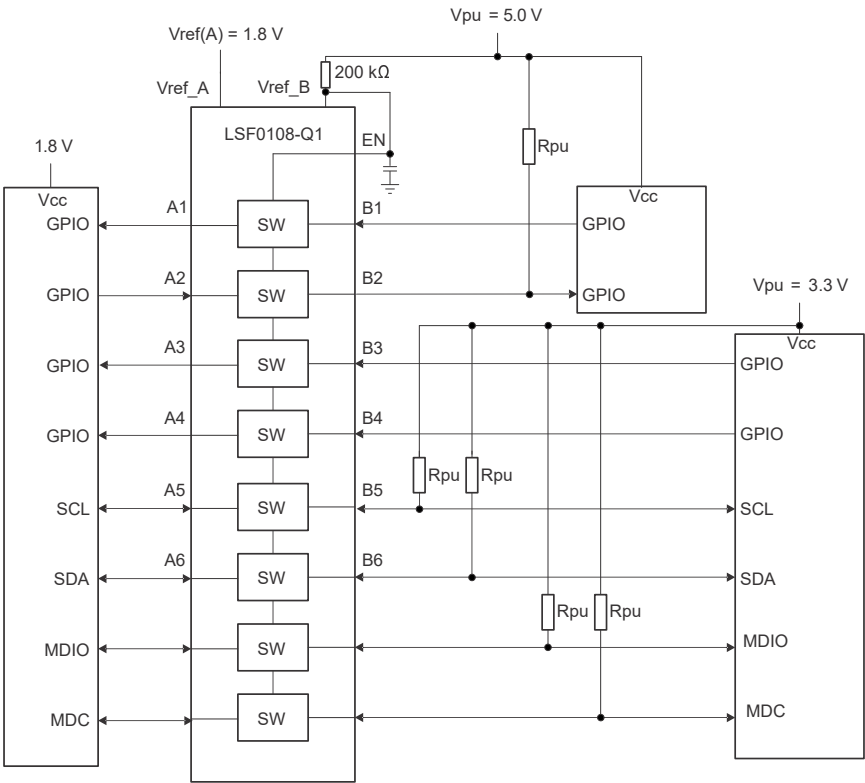

图 9-1. 双向转换至多个电压电平
- V_{CCB}/V_{CCA} 与 V_{ref_B} 或 V_{ref_A} 不同： V_{CCB} 是指提供给 LSF 器件的 B 侧电源电压，而 V_{ref_B} 是指 200kΩ 电阻器另一侧的 V_{ref_B} 引脚（图 9-1 的引脚 7）处的电压
如图 9-1 所示， V_{ref_B} 通过 200k Ω 电阻器连接到 5V 的 V_{PU} 电源， V_{ref_A} 连接到 1.8V 电源。A1 和 A2 通道的最大输出电压等于 V_{ref_A} ，B1 和 B2 通道的最大输出电压等于 V_{PU} 。
图 9-1 显示了基准电源电压 V_{ref_A} 如何连接到 1.8V 处理器内核电源， V_{ref_B} 如何通过 $200\text{k}\Omega$ 电阻器连接到 5V 电源。A3 和 B4 的输出电压最大值为 V_{ref_A} ，双向接口（Ch5/6、MDIO、MDC）的输出电压最大值为 V_{pu} 。